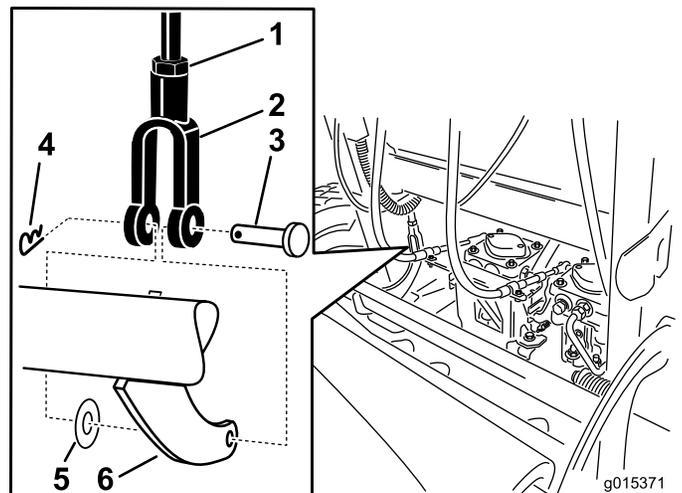

Bild 64
5. Entfernen Sie zum Einstellen der Bremse den Splint und den Lastösenbolzen vom unteren Bremshebel und dem Joch (Bild 64).
6. Lösen Sie dann die Klemmmutter (Bild 64).
7. Drehen Sie das Joch (Bild 64)
8. Befestigen Sie das Joch mit dem Splint und dem Lastösenbolzen am unteren Bremshebel (Bild 64).
9. Ziehen Sie dann die Klemmmutter fest (Bild 64).